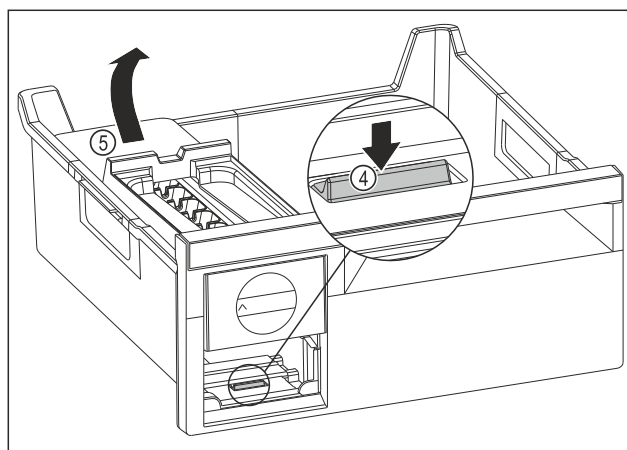

Fig. 183
- ▶ Retirer le corps de l'EasyTwist-Ice : Avec le doigt, pousser la languette Fig. 183 (4) vers le bas tout en soulevant de l'autre main le corps de l'EasyTwist-Ice Fig. 183 (5) depuis l'arrière.